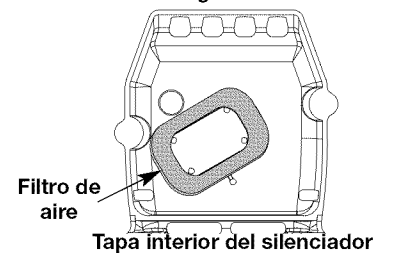

Fig. 14
2. Gire la tapa y ubique el filtro de aire adentro. Saque el filtro de aire de adentro de la tapa del filtro de aire / silenciador (Fig. 14).